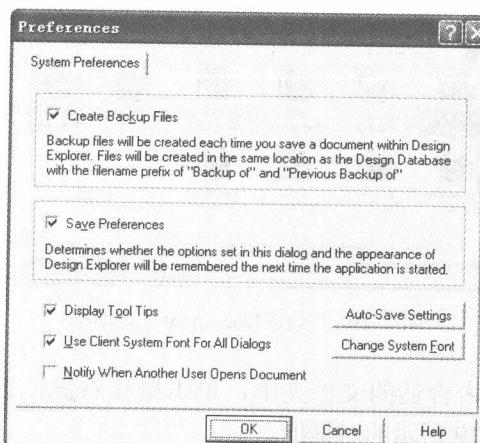

图 1-17 “设置系统参数”对话框（文字显示完整）
5) 设置完成后，单击 确定 按钮，完成字体的设置。此时，再执行步骤 1)、2)，将显示如图 1-17 所示的对话框。